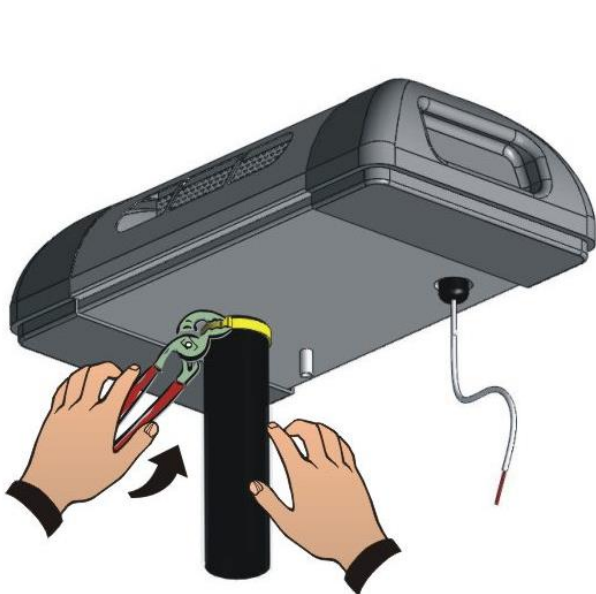
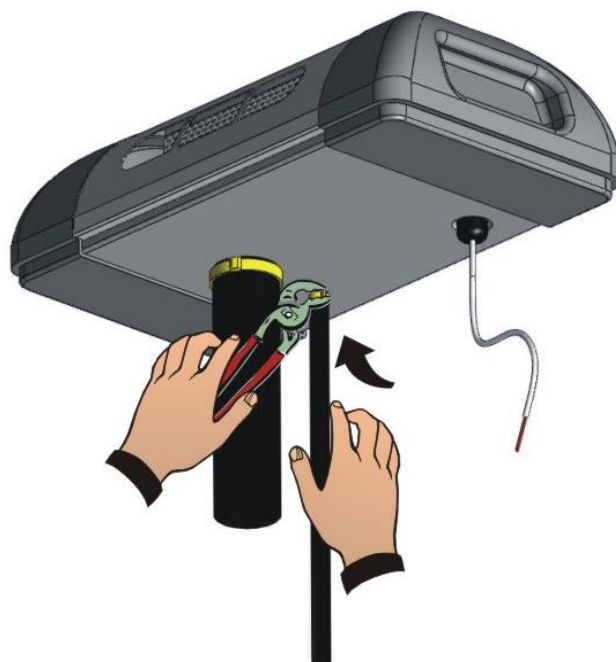

Fig.2
Fig. 3
4. Collegare il manicotto vapore all'ingresso diametro 40 della testata (**Fig. 2**) ed il tubo scarico condensa all'uscita diametro 10 (**Fig. 3**).
4. Collegare il manicotto vapore all'ingresso diametro 40 della testata (uno per ogni testata ventilante) (**Fig. 2**) ed il tubo scarico condensa all'uscita diametro 10 (uno per ogni testata ventilante) (**Fig. 3**).